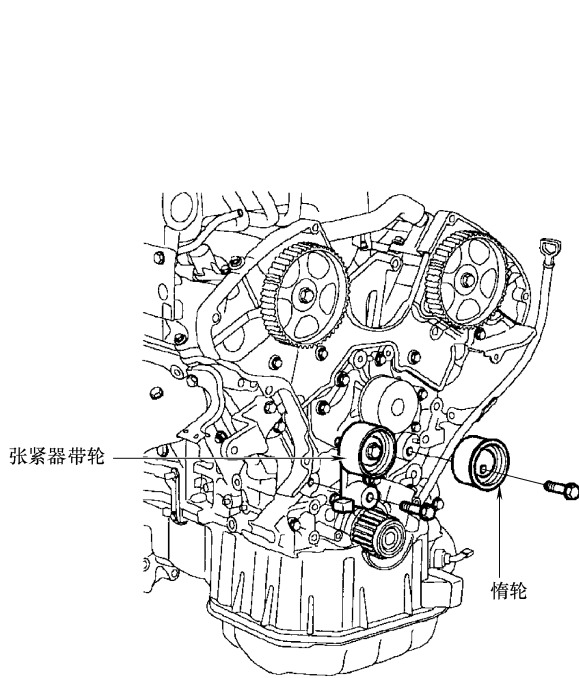

图 31-41 张紧器带轮和正时带惰轮
16) 如图 31-41 所示, 拆卸张紧器带轮和正时带惰轮。
3) 参照图 31-41, 安装惰轮和张紧器带轮。